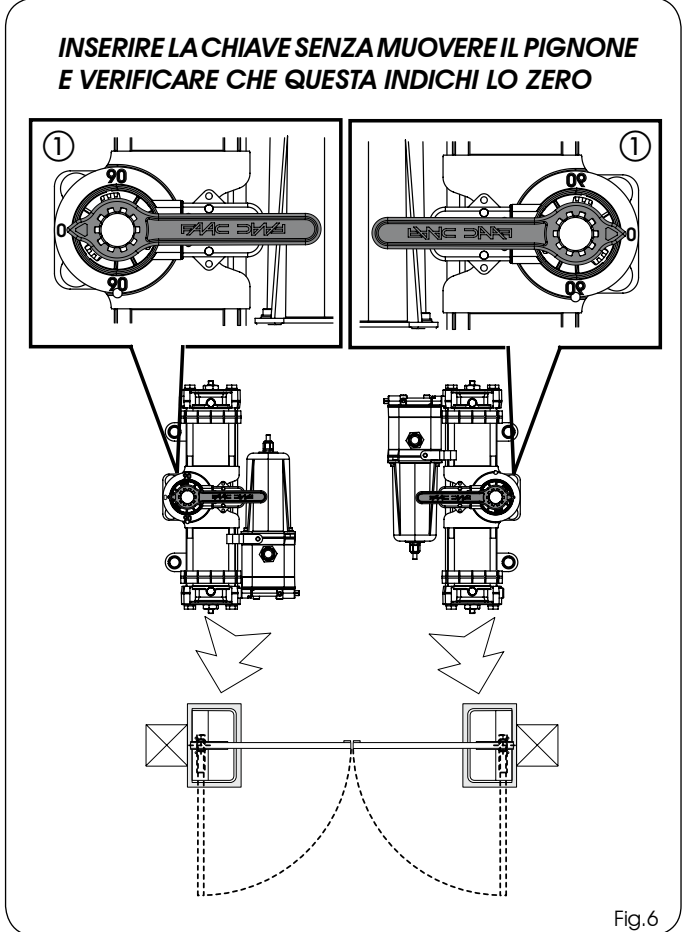

Fig.6
- 6) Senza muovere il pignone inserire sull'operatore la chiave in dotazione come in figura 6, e verificare che questa indichi lo 0 (ZERO) sulla plastica dell'operatore (Fig.6 rif.1), eventualmente ruotare il pignone. (IMPORTANTE PER IL CORRETTO ACCOPPIAMENTO PIGNONE-BOCCOLA SCANALATA IN FASE DI MONTAGGIO).